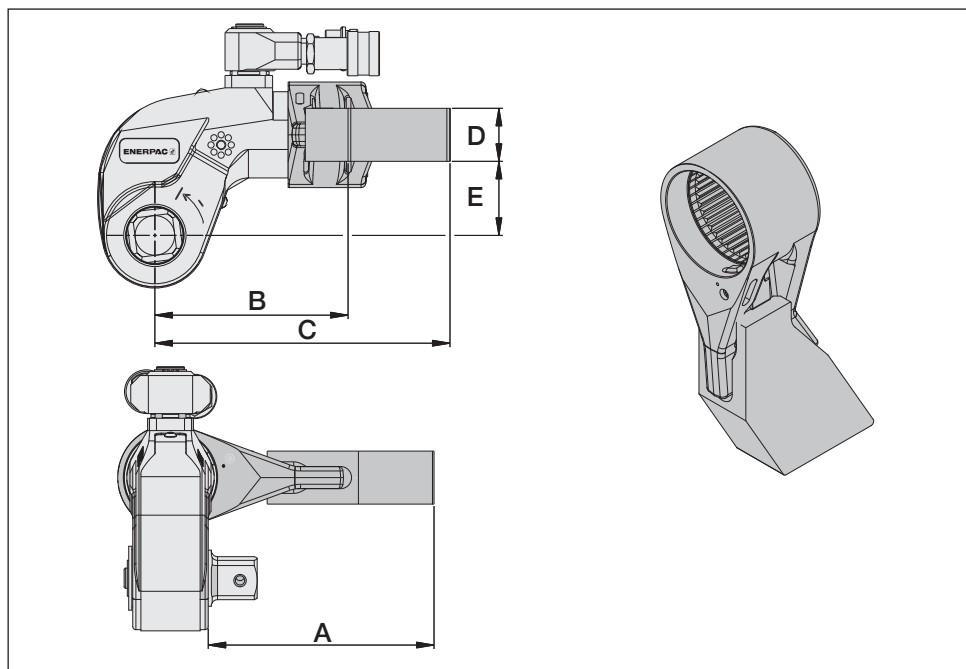

Рис. 29
6.3 Размеры и технические характеристики, удлиненные опорные рукоятки серии SRS (рис. 29)
6.4 Размеры и технические характеристики, короткие опорные рукоятки серии SRA (рис. 29)